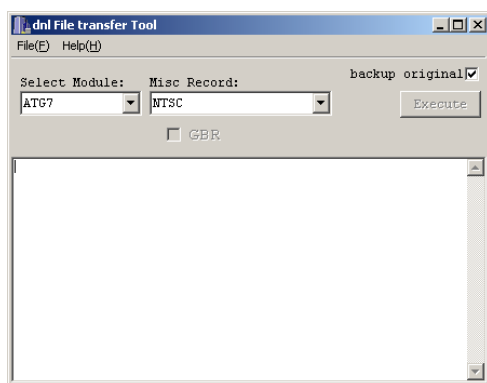

図 11 TgDNL の初期画面
- TgDNL を起動すると初期画面が表示されます (図 11 参照)。